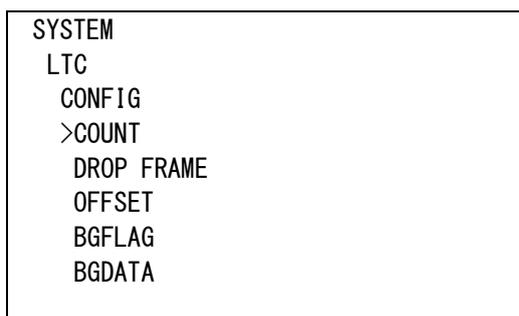

図4-103 オンスクリーンメニュー(CONFIG例)
- 1) SYSTEM メニューで「LTC[LTC]」を選択し、さらに「CONFIG[CONF]」を選択し、**ENTER** ボタンを押すと図 4-103 のような選択メニューが表示されます。